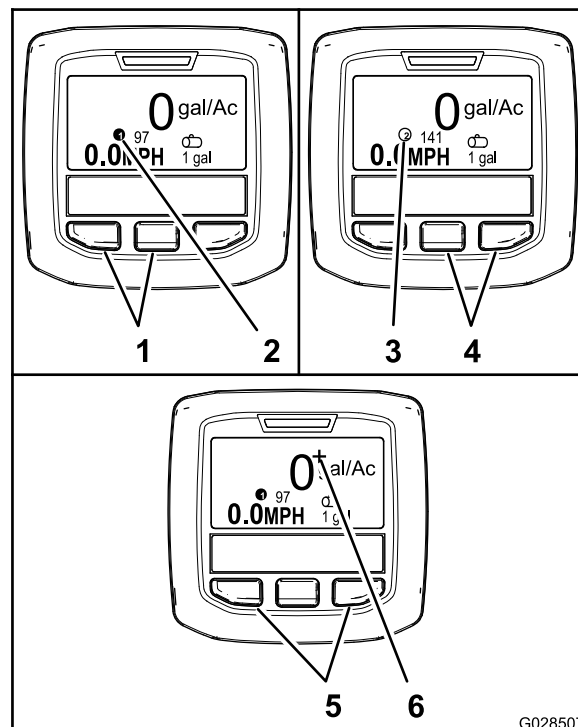

Figure 66
- Pour sélectionner le débit d'application 1, appuyez sur les 2 boutons de gauche de l'InfoCenter (Figure 66).
**Remarque:** Un icône ①G028714 s'affiche.
- Pour sélectionner le débit d'application 2, appuyez sur les 2 boutons de droite de l'InfoCenter (Figure 66).
**Remarque:** Un icône ②G028715 s'affiche.
- Pour intensifier temporairement le débit d'application, appuyez de manière prolongée sur les 2 boutons extérieurs (Figure 66).